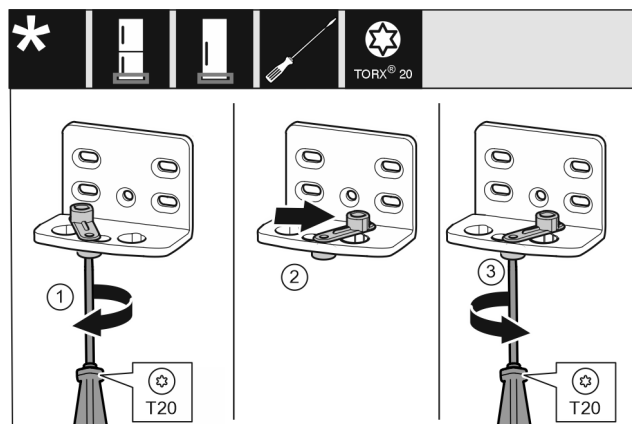

Fig. 22*
- ▶ Înșurubați slăbit șurubul cu șurubelnița T20.* Fig. 22 (1)
- ▶ Ridicați dispozitivul auxiliar de închidere a ușii și rotiți-l cu 90° spre dreapta în orificiu.* Fig. 22 (2)
- ▶ Înșurubați ferm șurubul cu șurubelnița T20.* Fig. 22 (3)